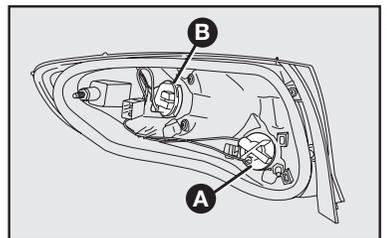

fig. 49
**A-fig. 49:** Luz de direção (seta) traseira.
**B-fig. 49:** Luz de posição traseira / luz de freio.
1) Para substituir a lâmpada da luz de direção, girar no sentido anti-horário a tampa porta-lâmpadas **A-fig. 49**, empurrar levemente a lâmpada e girá-la no sentido anti-horário. Em seguida, substituir a lâmpada e recolocar a tampa porta-lâmpada, girando-a no sentido horário.
2) Para substituir a lâmpada da luz de posição / freio, girar no sentido anti-horário a tampa porta-lâmpadas **B-fig. 49**, empurrar levemente a lâmpada e girá-la no sentido anti-horário. Em seguida, substituir a lâmpada e recolocar a tampa porta-lâmpada, girando-a no sentido horário.